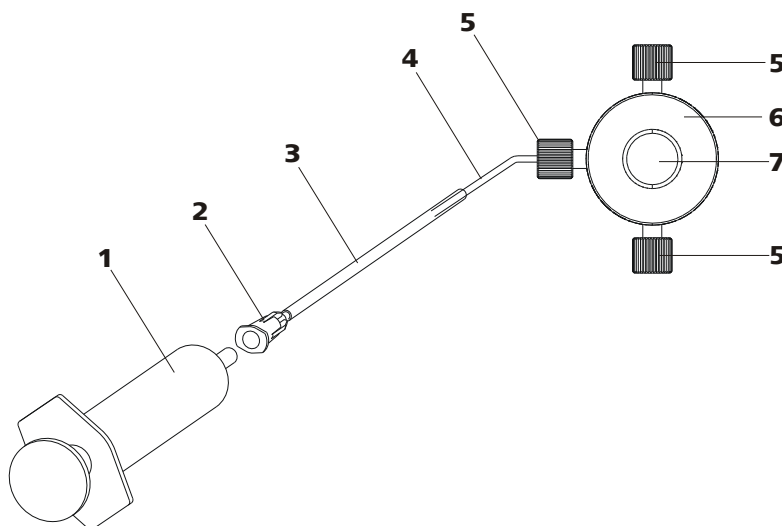

Figure 18 Purger la pompe haute pression
Purger la pompe haute pression de la manière suivante (voir Figure 18, page 34) :
- Insérer la seringue (18-1) dans le connecteur Luer (18-2) de la canule de purge (voir Figure 18, page 34).